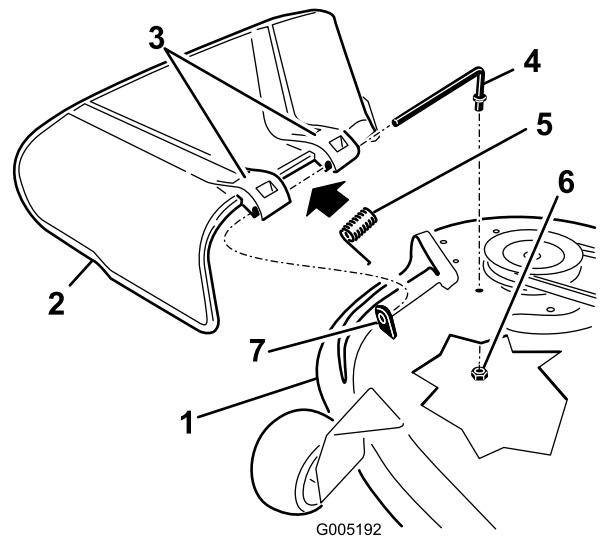

Figure 60
- Sortez la tige de la courte cheville de positionnement, du ressort et du déflecteur d'herbe (Figure 60).
- Remettez en place le déflecteur d'herbe (Figure 60).
- Insérez la tige dans le deuxième support du déflecteur d'herbe (Figure 60).
- Fixez l'extrémité arrière de la tige dans le tablier de coupe à l'aide d'un écrou (3/8 po), comme montré à la Figure 60.
- Retirez l'écrou (3/8 po) de la tige, sous le tablier de coupe (Figure 60).